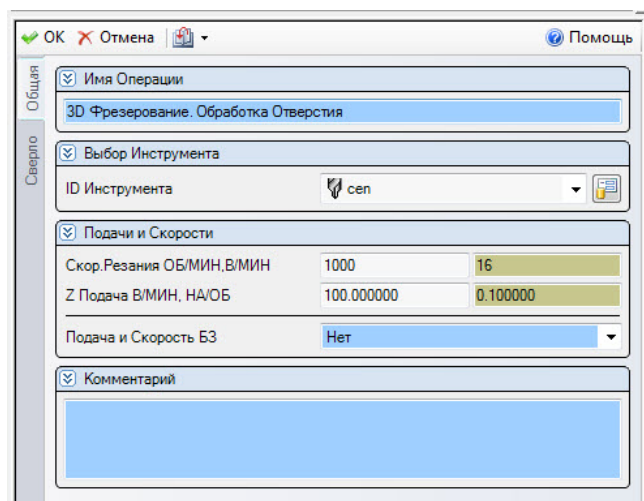

Рис. 14.27. Выбор инструмента и режимов обработки
- ☐ далее установите параметры обработки в оставшихся вкладках операции, как показано на рис. 14.27 и 14.28, и нажмите **ОК** в верхней части окна. Обратите внимание, что **Общая глубина** равна 1 мм.